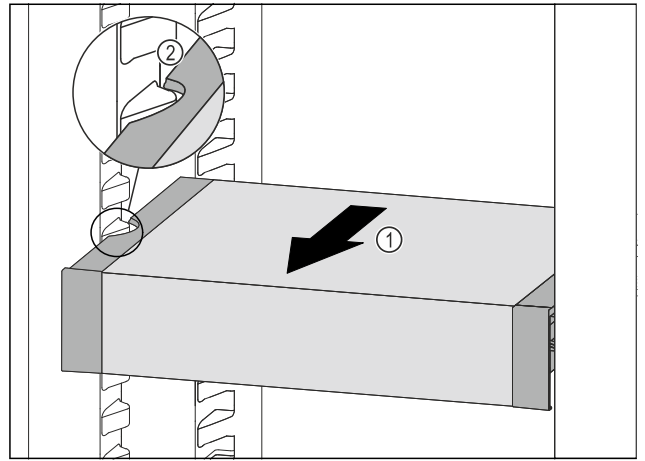

Fig. 95
- ▶ Потягнути VarioSafe вперед Fig. 95 (1), поки бокові заглиблення VarioSafe не опиняться на рівні ребра для ємності в охолоджувальному відділенні. Fig. 95 (2)